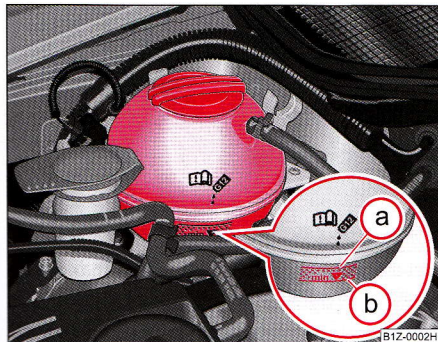

Fig. 194 Compartimentul motor: Vasul de expansiune al lichidului de răcire
- Verificați nivelul lichidului de răcire din vasul de expansiune ⇒ fig. 194. Când motorul este rece, nivelul lichidului de răcire trebuie să se afle între marcasele  (MIN) și  (MAX). Când motorul este cald, nivelul lichidului de răcire poate fi și puțin peste marcajul  (MAX).
- Puneți o lavetă pe capacul vasului de expansiune ⇒ fig. 194 și desfaceți capacul **cu grijă** spre stânga ⇒ .